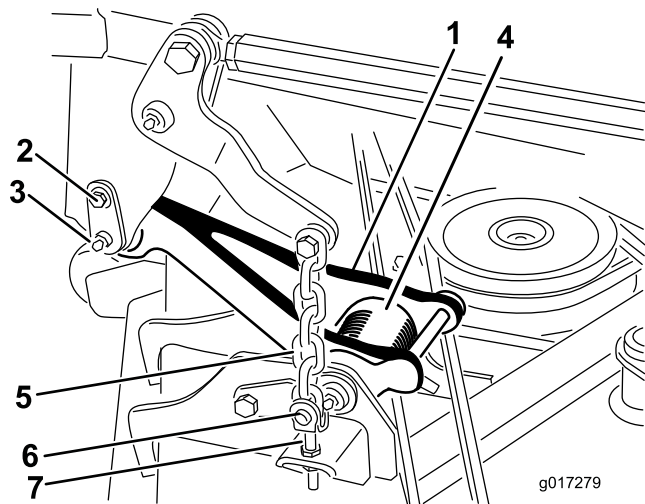

図 2
注 刈り込みデッキを完全に上昇させた状態では、プルリンクのトーションスプリング 図 2 が軽くなるのでプルリンクをマシンから外すのが非常に容易になります。
2. 以下の手順で、車両両側のプルリンクを外す 図 2
- A. リテーナピンをキャリアフレームに接続しているショルダ付きねじを外す 図 2。
- B. キャリアフレームとプルリンクから、リテーナピンを注意深く抜き取る 図 2。
6. 昇降チェーンをデッキの調整クレビスに固定しているリングピン4本とクレビスピンを取り外す 図 2。
5. プルリンクをキャリアフレームに合わせて、リンクをリテーナピンで接続する 図 2。リテーナピンは、ショルダねじでフレームに固定する 図 2。
2. リングピン4本とクレビスピンを使って、昇降チェーンをデッキの調整クレビスに固定する 図 2。